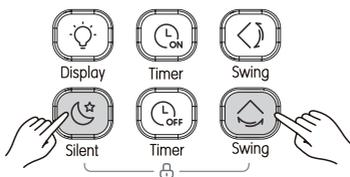

Рисунок 3.19
1. Одновременно нажмите  и , чтобы заблокировать кнопки (см. Рис. 3.19). На экране появится значок замка;